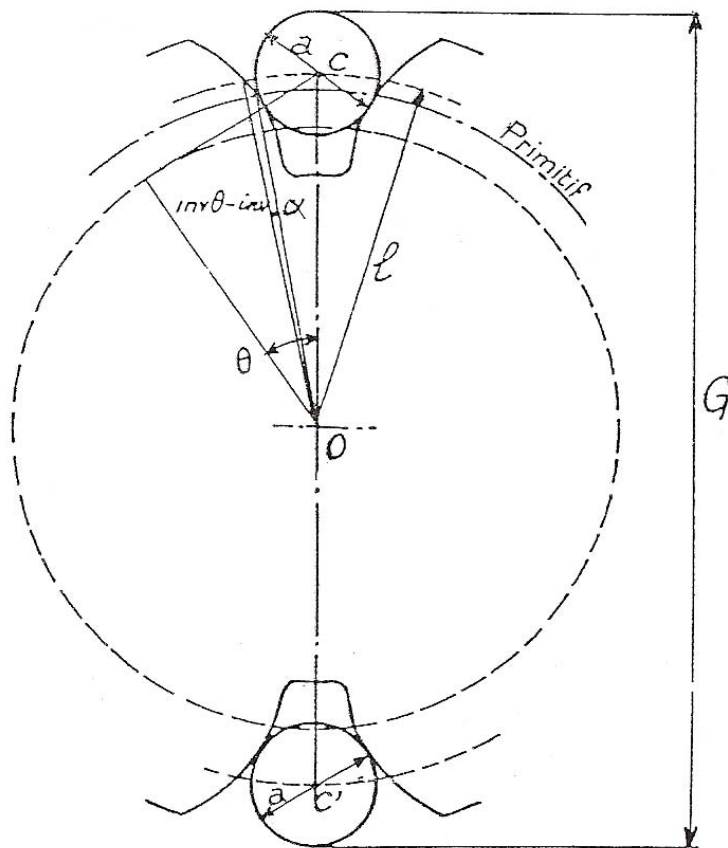

Figura 3: Numero par de dentes:  $G = 2 \cdot l + a$  [2].
Para determinar a cota de controlo  $G$  (ver Figura 3) para uma roda dentada de número de dentes par, é necessário resolver o sistema de equações (8).